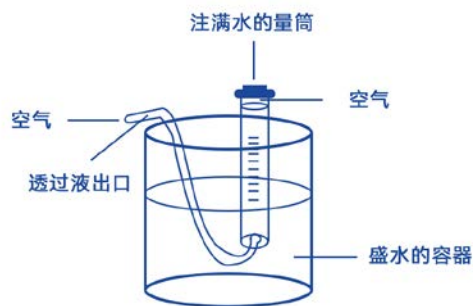

图4 透过端排出空气体积计量示意图
- 4、当透过端排气稳定时，用装满水的倒置量筒计量透过端每分钟排出空气体积（如图4所示）。